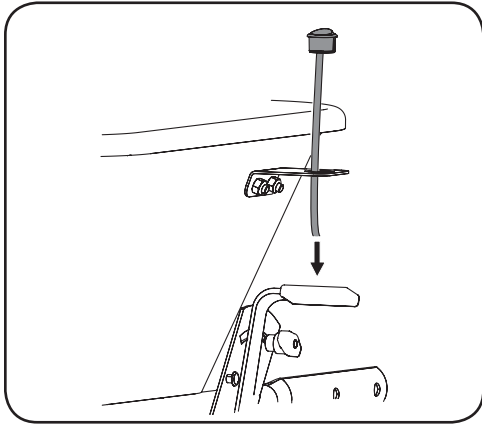

Figure 2-17
8. Faites passer le faisceau du commutateur vers le bas à travers le support du faisceau du commutateur et raccordez-le au support. Consultez la Figure 2-17.